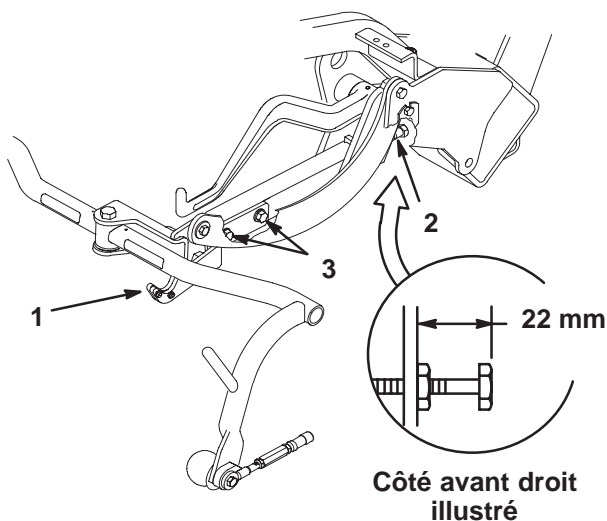

Figure 15
Vérifiez la hauteur de transport (Fig. 15) et ajustez-la au besoin comme suit :
2. Vérifiez que le haut de la vis de réglage du bâti porteur (Fig. 15) et l'arrière du bâti porteur sont distants de 22 mm.
3. Desserrez les vis de la plaque de transport (Fig. 15).
6. Si les bâtis porteurs ne sont pas tous à la même hauteur, desserrez l'écrou de blocage de la vis de réglage de chaque bâti (Fig. 15). Tournez la vis vers l'extérieur pour élever le bâti ou vers l'intérieur pour l'abaisser. Serrez l'écrou de blocage une fois la hauteur correcte obtenue.